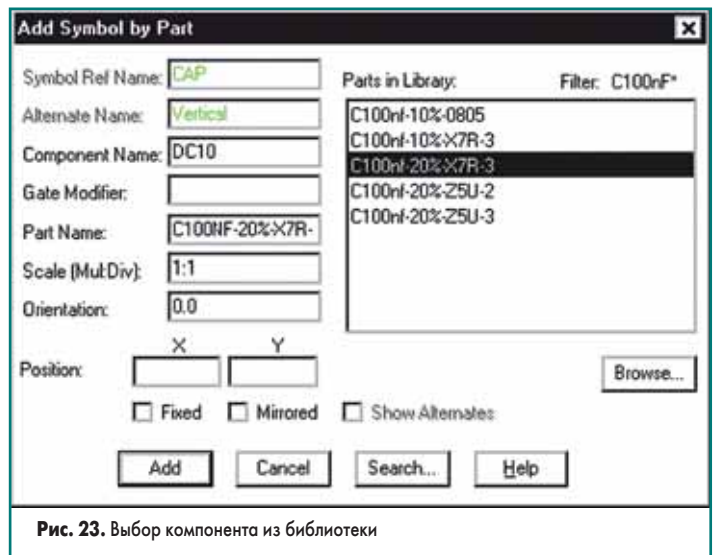

Рис. 23. Выбор компонента из библиотеки
24. В открывшемся окне Add Symbol Search в поле Search In включим опцию Library (искать в библиотеках), в поле Search For включим опцию Parts (компоненты), в активное текстовое поле введем маску имени компонента C100nf\* и нажмем кнопку ОК. Окно Add Symbol by Part примет вид, показанный на рис. 23.